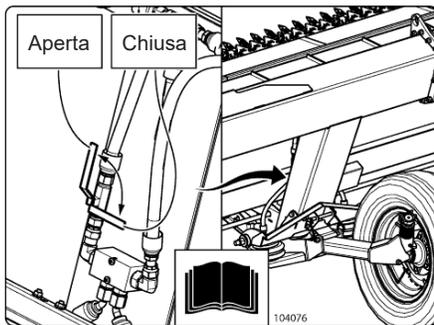

Fig. 10
4. Impostare la testata in modalità RIGID. Sollevare la testata da terra e pressurizzare al valore corretto per la larghezza della testata, come indicato nella tabella seguente, quindi cFig. 10 valvole di isolamento delle ruote di controllo (vedere la Fig. 10) quindi procedere alla sezione 8 a pagina 10.
3. Chiudere entrambe le valvole di isolamento deFig. 10di controllo (vedere la Fig. 10.)